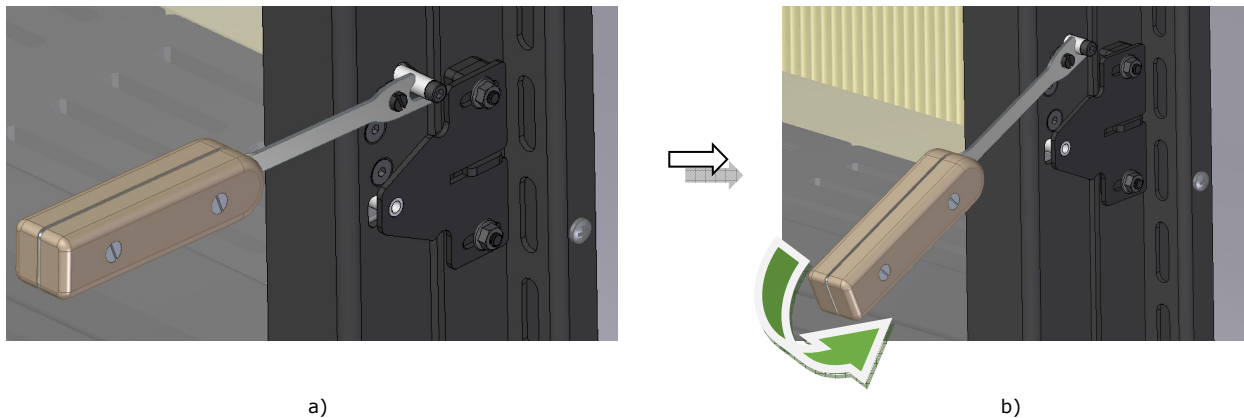

Figura 19 – a) Posição correta da chave, b) Movimento de abertura de porta
1. Abrir o controlo do ar de combustão “Ar-Primário” (C).
2. Abrir o puxador de saída de ar quente “Pala de fumos” (G).
- a) Colocar a chave na posição correta, ver Figura 19-a.
- b) Movimento de abertura de porta, ver Figura 19-b.